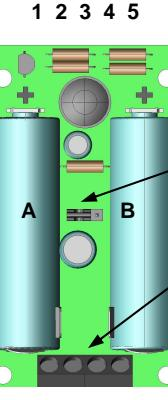

Fig. 1B
- Stellen Sie die Anschlüsse wie in den oben stehenden Abschnitten beschrieben her. Achten Sie dabei darauf, die Speisung des Senders mit Hilfe des Jumpers (J2, Abb. 1B) zu wählen:
- Schließen Sie den Ausgangskontakt der Sicherheitsflanke (J1, Abb. 1B) an die vorgesehene Klemmleiste Bei Nichtverwendung dieser Option lassen sie die vorhandene Brücke eingesetzt.